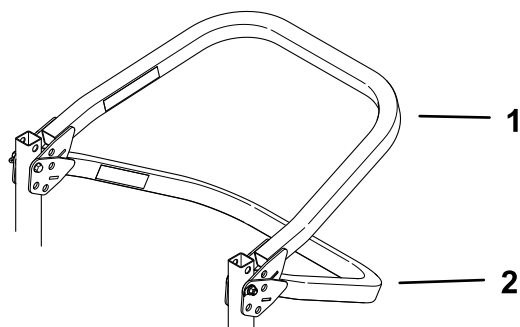

Figure 10
**Remarque:** Il y a 2 niveaux de position abaissée, comme montré à la Figure 10.